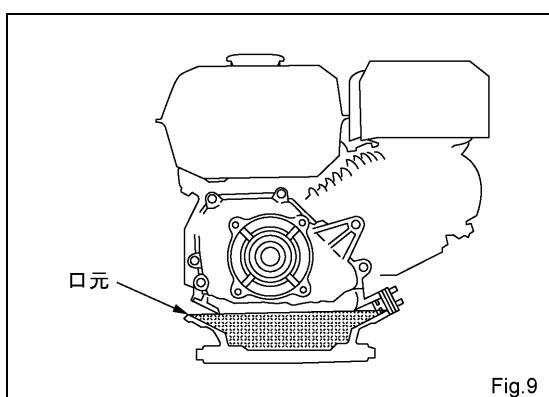

Fig.9
- (2) 不足している場合は新しいオイルを口元まで補給して下さい。(Fig.9)